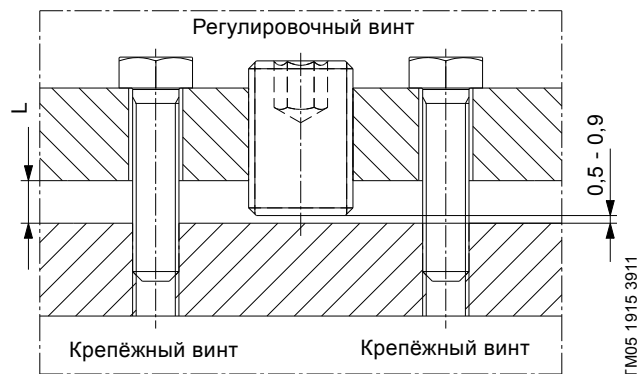

Рис. 11 Регулировка зазора рабочего колеса
3. Ослабить регулировочные винты и отвести назад крышку впуска на $0,5 - 0,9 \text{ мм}$ с помощью шести крепёжных винтов (поворотом около 270° крепёжного винта M12) и расстояния "L" в качестве опорной величины. См. рис. 11;